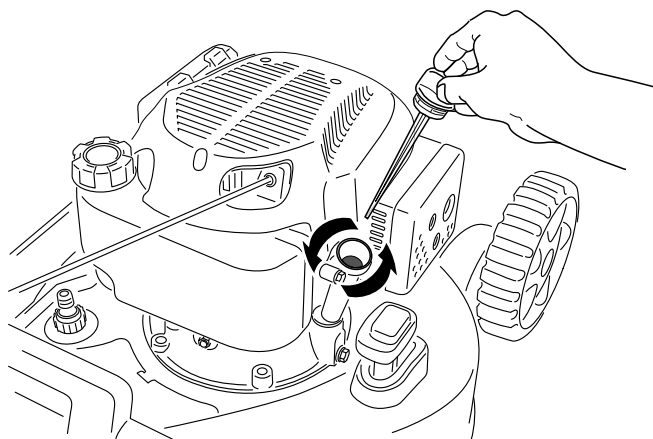

Рисунок 25
3. Извлеките масломерный щуп, повернув крышку против часовой стрелки и вытянув его (Рисунок 25).
4. Для слива отработанного масла через маслозаливную горловину переверните машину набок (чтобы воздушный фильтр был сверху) (Рисунок 25).